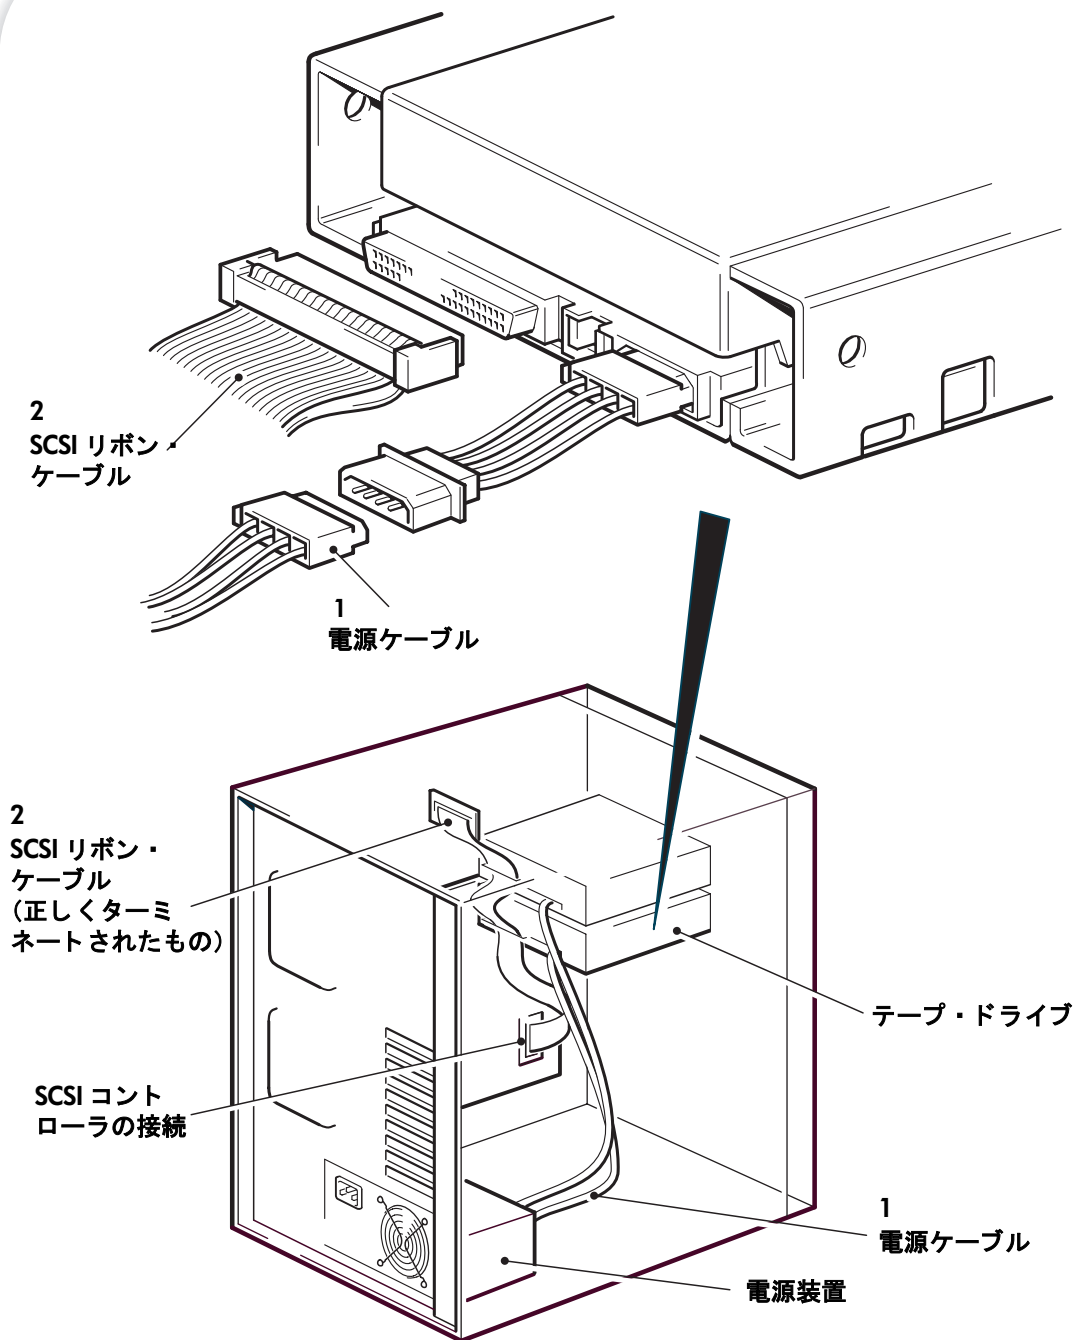

図 8: 電源ケーブルと SCSI ケーブルの接続
- 1 図 8 の項目 1 に示すとおり、サーバ内部の電源装置から電源コネクタに電源ケーブルを取り付けます。
- 2 図 8 の項目 2 に示すように、サーバの内部 SCSI バスまたは HBA の SCSI リボン・ケーブルの予備コネクタをドライブの SCSI コネクタに接続します。
したがって、HBA がバスの最初のデバイスである場合、図 8 の項目 2 に示されているように、2 番目のターミネータが最後のデバイスの後に接続されている必要があります。